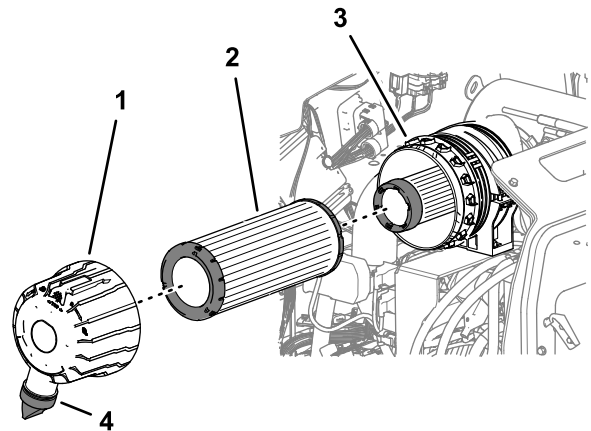

Figura 52
3. Retire el filtro de aire primario (Figura 52).